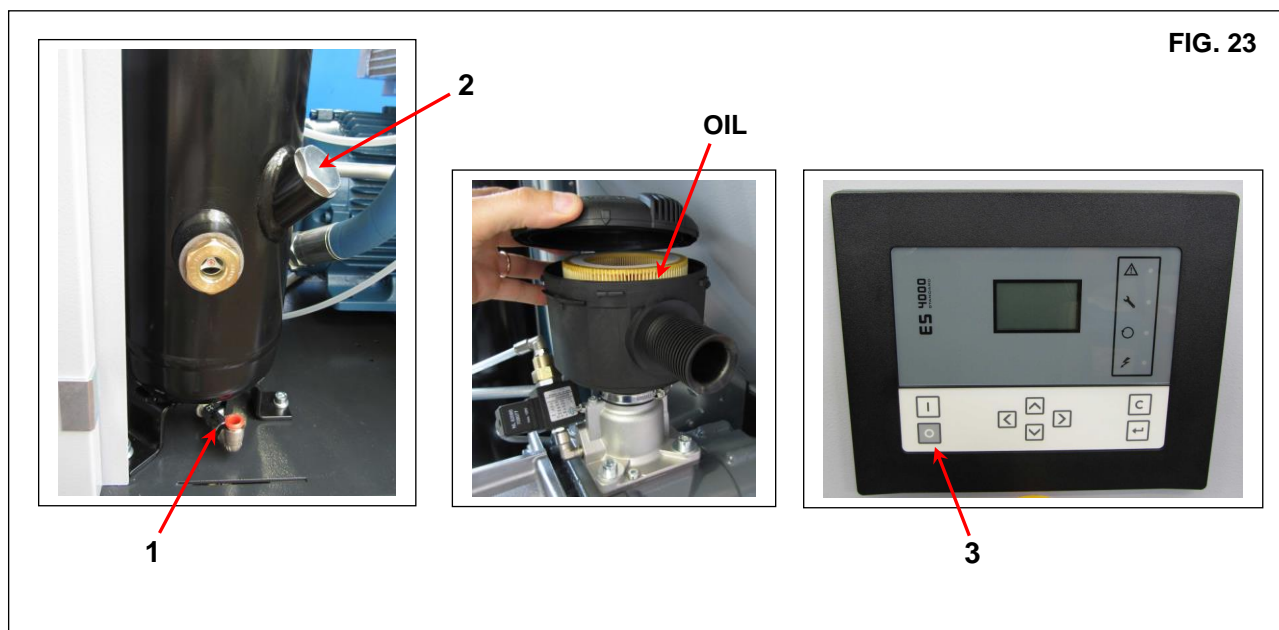

FIG. 23
Dopo avere scaricato l'olio esausto dalla macchina attraverso il rubinetto Rif. 1 Fig. 23
- Riempire completamente il collettore d'olio Rif. 2 Fig. 23
- Dopo circa 1 minuto spegnere la macchina premendo "STOP" (Rif. 3 Fig. 23) dopo 60 secondi di marcia a vuoto la macchina si spegnerà.